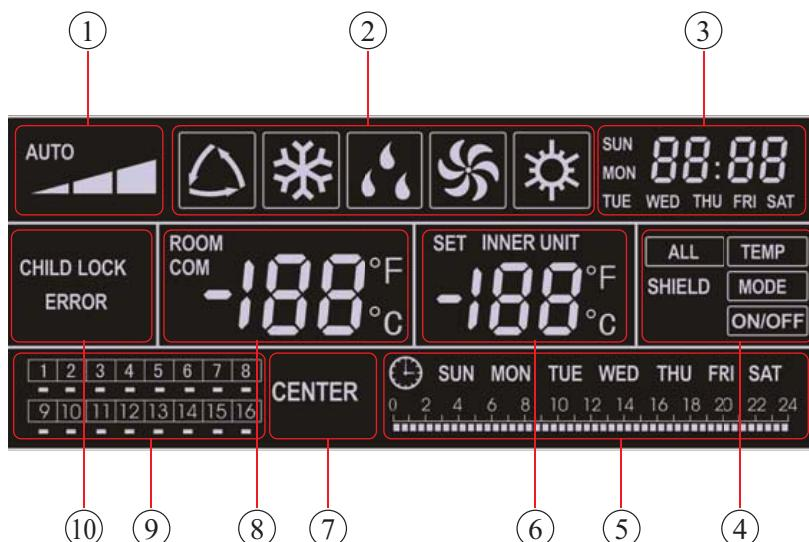

Рис. 7.16
7.5.5.2 Описание индикации пульта СЕ50-24/Е см. рисунок 7.16 и табл. 7.7.